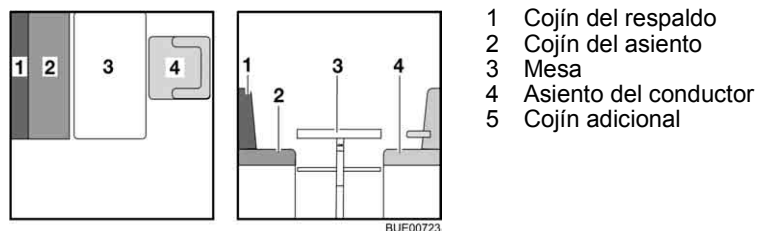

Fig. 116 Antes de la transformación
- Girar el asiento del conductor (Fig. 116,4) y empujarlo completamente hacia adelante.
- Transformar la mesa (Fig. 116,3) en base de cama (véase apartado 6.10).
- Poner a un lado el cojín del respaldo (Fig. 116,1).